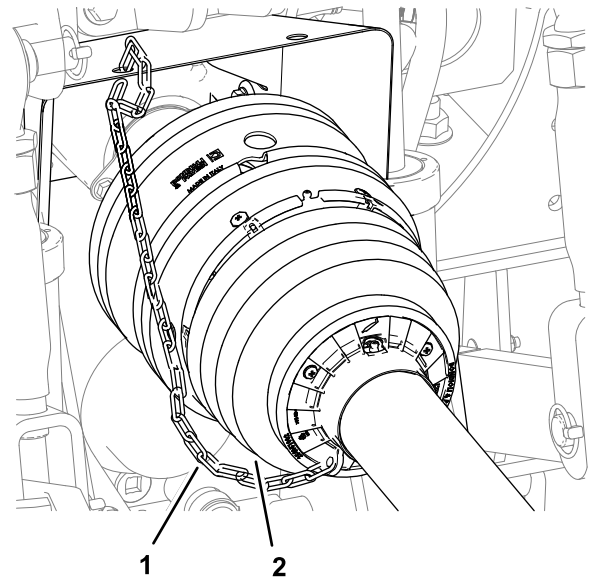

Figura 32
- Conecte la cadena de seguridad a una parte fija del vehículo de remolque (Figura 32).